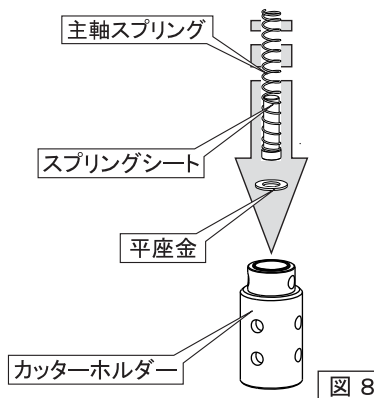

図 8
- (2) カッターホルダーとスピンドルにゴミ等の異物が無いことを確認してください。異物の付着があった場合には取り除いてください。
- (3) カッターホルダーに平座金、スプリングシート、主軸スプリングを入れます。(図8) (クリンキーカッター用カッターホルダーの場合、平座金は使用しません。)